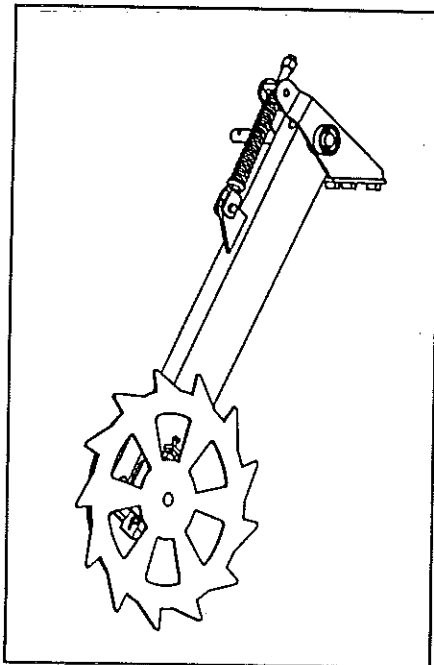

Fig. 3
3. Lever la machine. La roue de transmission (4 Fig. 3) perd contacte avec le sol et elle tourne queque fois jusqu'à la semence tombe dans le bac.